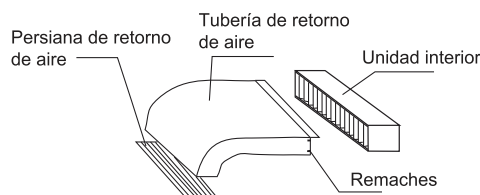

Fig.1
(1) Corte un orificio en la pared e inserte la tubería de conexión y los cables de conexión a través de una tubería de PVC comprada localmente. El orificio debería inclinarse levemente hacia abajo con una inclinación de al menos 1/100 (vea la Imagen 1).
2. Instalación de la tubería de retorno de aire: Conecte un lado de la tubería de retorno de aire al puerto de retorno de aire de las unidades internas con remaches, con el otro lado conectado a la persiana de retorno de aire como se muestra en Imagen 1.